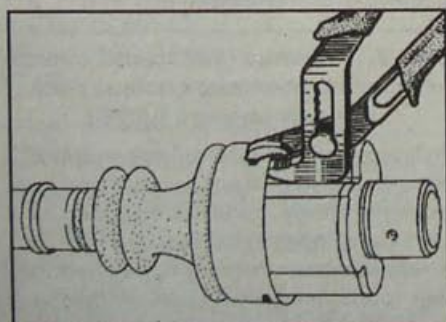

Рис. 8.21. Использование плоскогубцев для расчехлки кожуха шарнира равных угловых скоростей
- Плоскогубцами расчехлите кожух в трех местах (рис. 8.21).